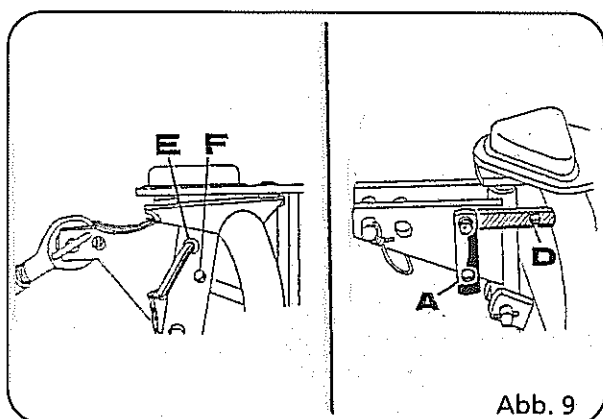

Abb. 9
- Rotorzettwender ausheben und Bolzen hinter der Klinge einstecken bzw. den Sicherungshebel in die Waagerechte drehen (Abb. 9, Pos. E bzw. Pos. D).